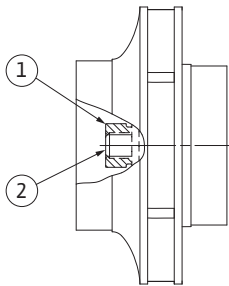

Fig. 53: Poziția corectă a piuliței rotorului după montaj
29. Prindeți arborele (a se vedea pasul 24) și fixați piulița rotorului cu acel cuplu de strângere prevăzut (a se vedea tabelul „Tabelul 11: Cupluri de strângere ale șuruburilor“ la pagina 53). Piulița (Fig. 53, Poz. 1) trebuie să fie aliniată aproximativ $\pm 0,5$ mm cu capătul arborelui (Fig. 53, Poz. 2). Dacă aceasta nu este aliniată, desfăceți piulița și repetați pașii 25 până la 29.